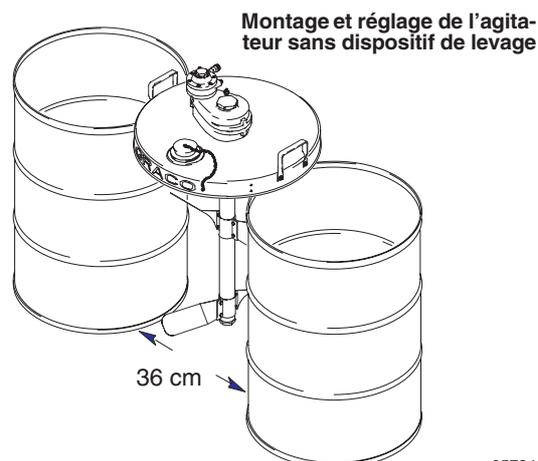

Fig. 2
Placer deux fûts standard de 55 gallons US (45 gal. imp.) à une distance d'environ 14 in. (env. 36 cm) et poser le couvercle sur les fûts en plaçant le logo Graco au centre face à vous, comme indiqué à la Fig. 2. Passer au point 1 de la rubrique **Avec ou sans élévateur**.
1. Faire coulisser l'arbre de l'agitateur dans le grand orifice central du couvercle (29).
2. Faire tourner l'agitateur afin de positionner l'arbre du moteur pneumatique à gauche comme indiqué en Fig. 2, et d'aligner les trois orifices taraudés de la partie inférieure de l'agitateur avec les trois orifices du couvercle.
3. Visser les trois vis à tête hexagonale (25) retenant le couvercle et l'agitateur, puis les serrer au couple de 8,4 N.m.
4. Monter une paire d'hélices d'agitateur (28) afin d'aligner les quatre orifices de chaque hélice (voir l'orientation correcte de l'hélice dans la **vue éclatée des pièces**).
5. Introduire les quatre vis à tête cylindrique (31) dans les quatre orifices de l'hélice puis commencer à visser les contre-écrous (32) sur les vis à tête cylindrique.
7. Serrer les quatre contre-écrous (32) régulièrement pour que les hélices soient correctement serrées sur l'arbre. Serrer les contre-écrous à un couple compris entre 5,6 et 6,2 N.m. Un espace doit être respecté entre chaque hélice.
9. Monter la deuxième paire près de l'extrémité inférieure de l'arbre. Veiller à ne jamais la monter sur le bouchon inférieur (20).
10. Faire tourner les hélices inférieures de manière à les orienter à 90 degrés par rapport aux hélices supérieures, puis serrer les contre-écrous (32) à un couple compris entre 5,6 et 6,2 N.m. Un espace doit être respecté entre les deux paires d'hélices.